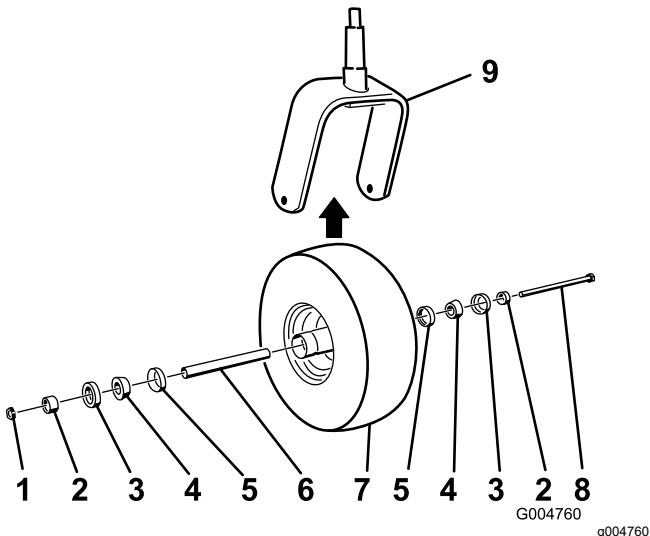

Рисунок 43
- Снимите контргайку с болта (Рисунок 43).
- Соберите поворотное колесо, вставив с усилием заправленные консистентной смазкой подшипники с коническими роликами и уплотнения в ступицу колеса, расположенную, как показано на Рисунок 43.